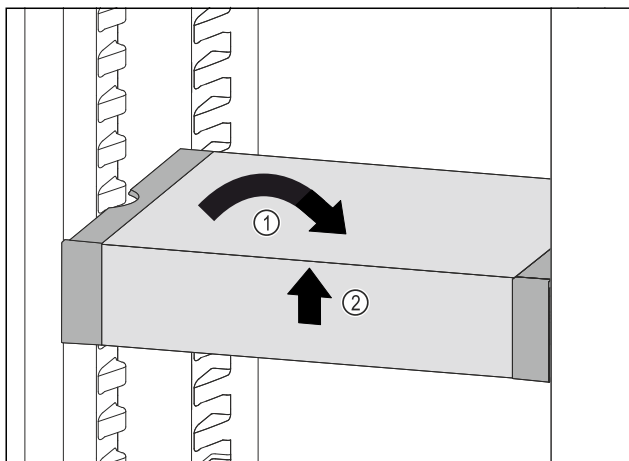

Fig. 176
- Remettre le VarioSafe droit. Fig. 176 (1)
- Soulever la partie avant du VarioSafe. Fig. 176 (2)